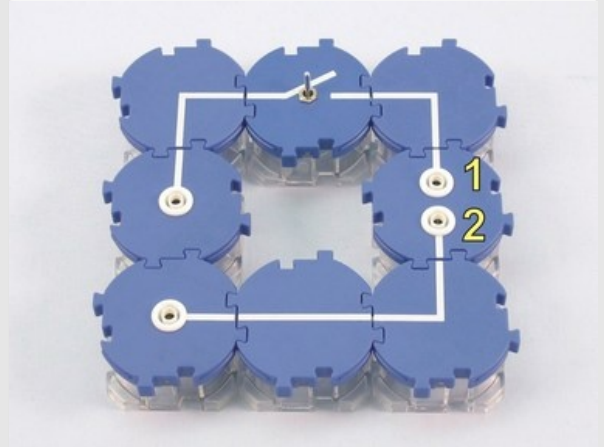
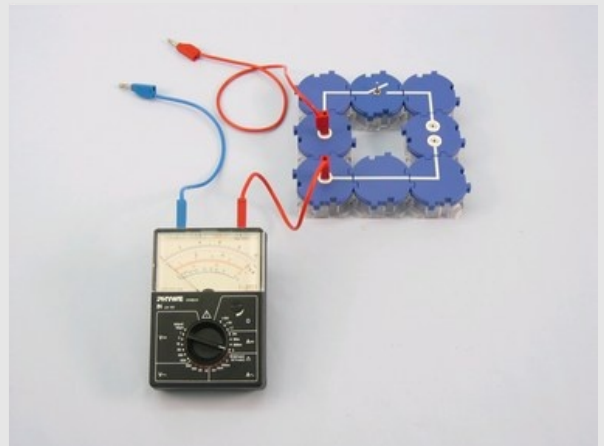

Fig. 1
Fig. 2
- Construis l'expérience conformément à la figure 1 et à la figure 2. Connecte l'ampèremètre directement au bloc d'alimentation afin de disposer de suffisamment de lignes de connexion. Choisis la plage de mesure de 3 A-.